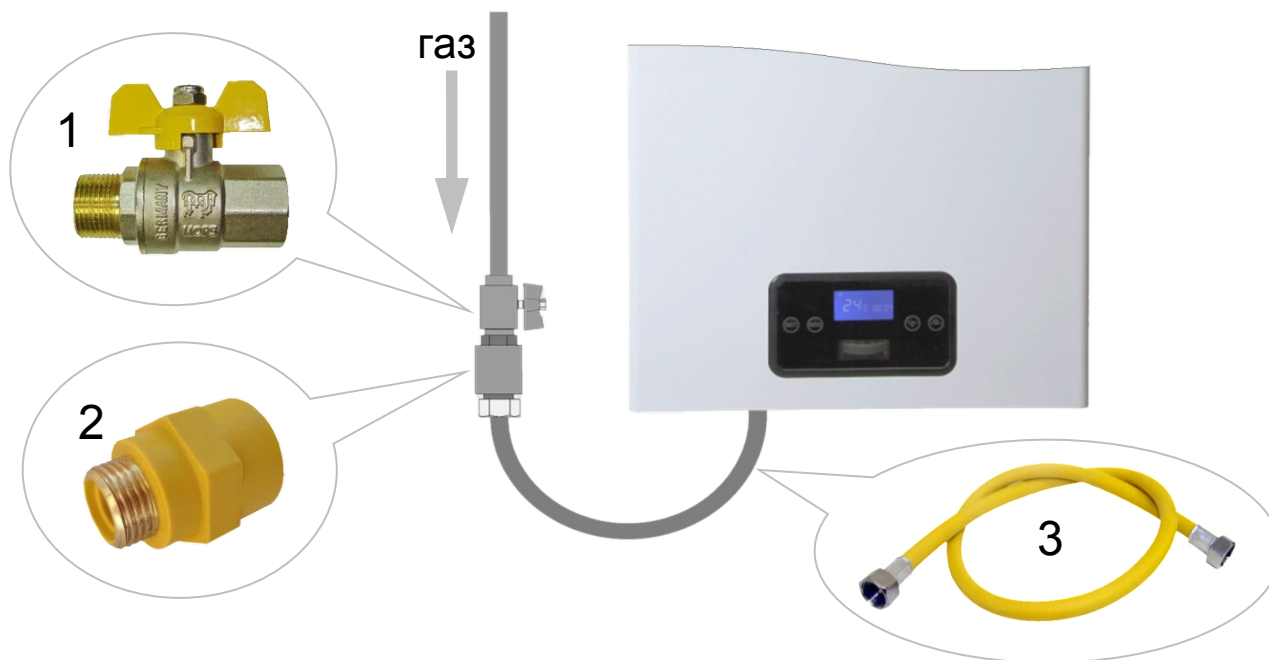

Рис. 17 Монтаж газовой линии
- При монтаже газовой линии на входе газа в котёл обязательно **должен быть** установлен запорный газовый кран, который **должен быть** свободно доступен (См. Рис. 17).
- При подключении токопроводящими трубами или шлангами **рекомендуется** установить диэлектрическую вставку (См. Рис. 17).
- После присоединения газовой подводки (См. Рис. 17) к котлу **необходимо в обязательном порядке** провести проверку герметичности мест соединений. Проверка производится газоанализатором (детектором утечки газа) или путем обмыливания мест соединений мыльным раствором. Появление пузырьков означает утечку газа. **Утечка газа не допускается.**